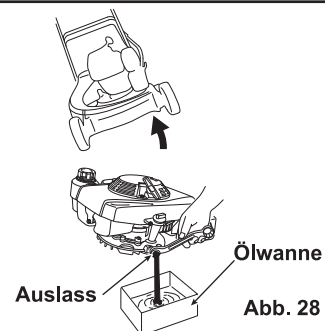

Abb. 28
2. Lassen Sie das Motoröl durch den Auslassstutzen abfließen. (Siehe Abb. 28)